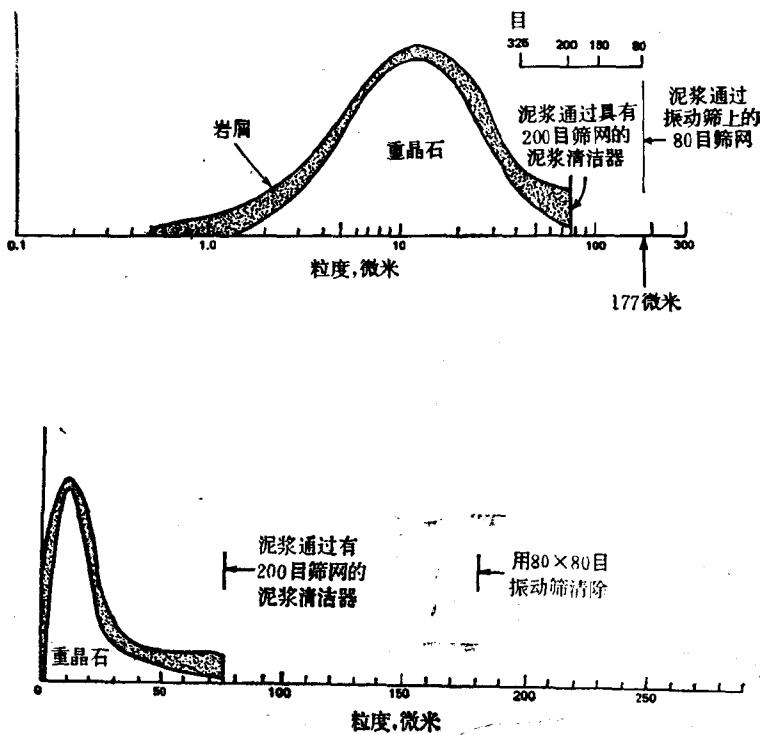
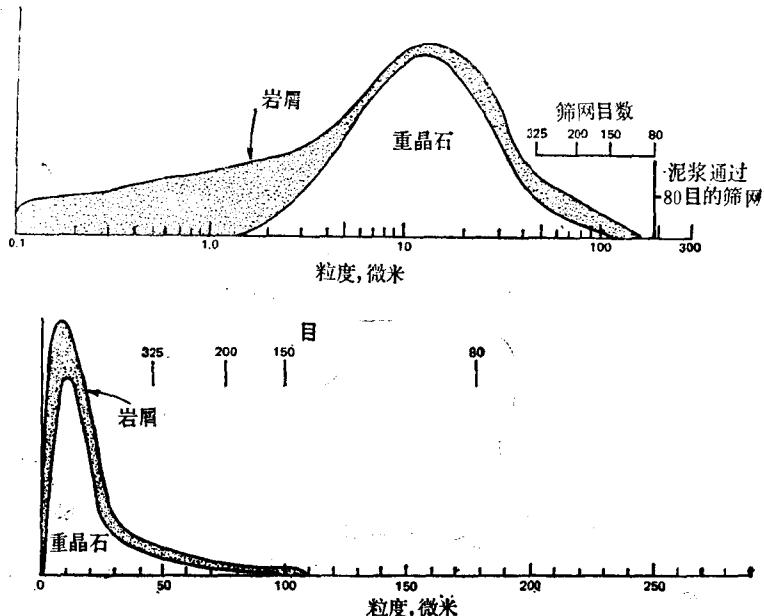
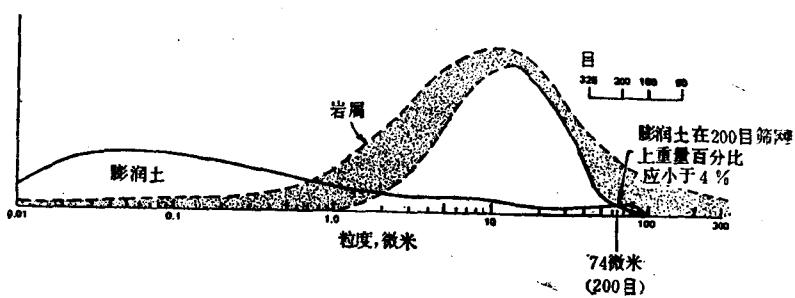

图 6-5 通过泥浆清洁器清除的固相粒度范围
图 6-6 离心机分离的泥浆固相颗粒粒度分布
图 6-7 叠加于图6-5●上的膨润土粒度分布
所有的泥浆经过一个200目泥浆清洁器的筛网适当地处理以后，大于74微米的颗粒将被清除，见图6-5。两曲线图表表示了同样的数据。下面的曲线（即使用普通横坐标）着重表示泥浆清洁器控制的范围，阴影部分表示离心机控制的胶体颗粒的范围。
离心机清除的固体颗粒，小于2~3微米左右，一些重晶石是在这个粒度范围之内。通常，很多的岩屑被磨成较小的颗粒，而通过离心机排除。经离心机分离的泥浆固相颗粒分布状态，用上述曲线图的表示方法绘于图6-6中。2微米以下的重晶石将被离心机随同钻屑一起清除掉。
润土将分散成小于1.0微米的颗粒。图6-7所示的膨润土粒度范围是叠加在图6-5中重晶石和岩屑分布曲线之上的。
①原著此处为图6-6，应为图6-5——译者。